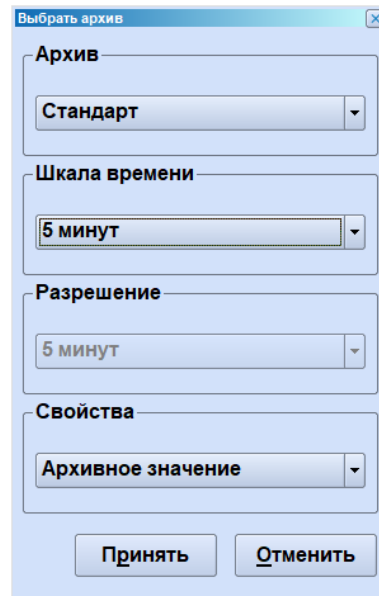

Рисунок 4.20 – График по объекту
2) Пункт меню Архивы/График архивных значений/График по объекту. В открывшемся окне необходимо выбрать «Архив» (Стандарт – архивные значения из БД, БД РВ («сырые» данные) – значения из БД РВ в единицах СИ, БД РВ – значения из БД РВ в единицах отображения), шкалу времен и свойства (Рисунок 4.20). С помощью выпадающего списка «Свойства» можно выбрать отображение значения параметра (архивное значение) либо его максимального или минимального архивного значения.